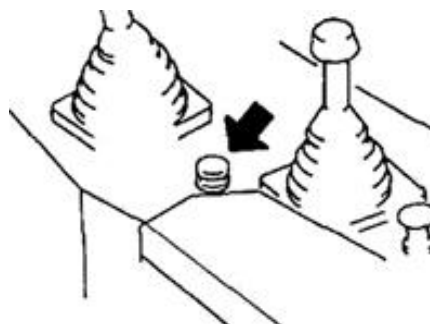

Рис. 2-25
2.2.3.2. Выключатель клаксона (Рис. 2-25)